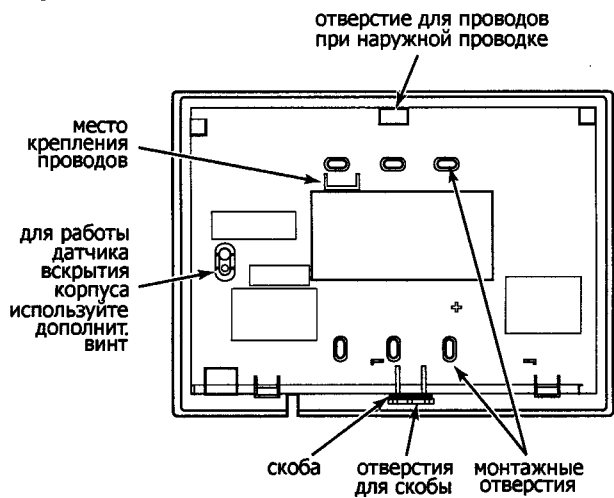

Рис. 2. Расположение проводов (Задняя крышка)
Для использования датчика вскрытия корпуса необходимо установить дополнительный крепежный винт в задней стенке корпуса, как показано на рис.2.
- Для обеспечения защиты от вскрытия корпуса установите дополнительный винт в отверстие тампера, расположенное на задней крышке корпуса (см. рис. 2).
- Вставьте запирающую скобу (если есть в комплекте) в отверстие на задней крышке корпуса (см. рис. 2 и 3).